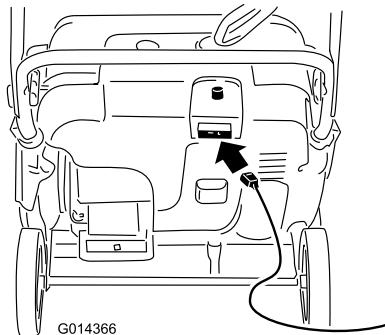
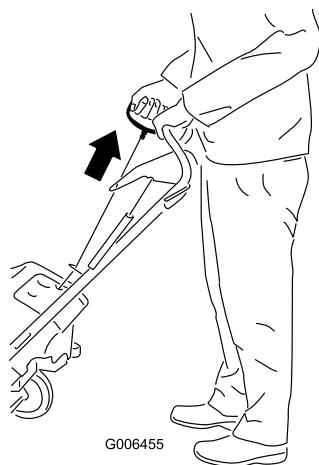

Figure 16
Figure 17
4. Raccordez la rallonge au secteur et à la machine, puis appuyez sur le bouton du démarreur électrique (Figure 16), ou tirez la poignée du lanceur (Figure 17).